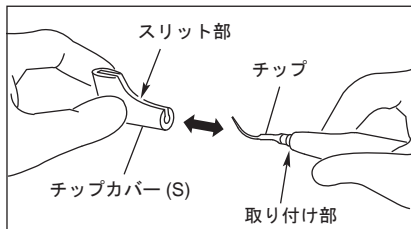

図 20
取り外すときは、チップカバー (S) とハンドピースをしっかり持ち、まっすぐ引き抜きます。(図 20)